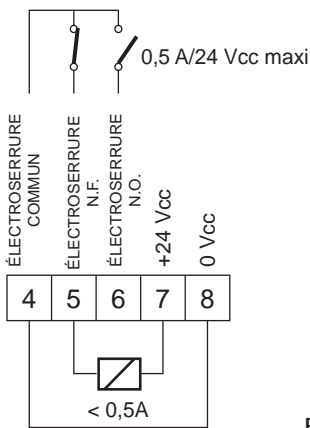

Fig. 15
5. Électroserrure - Contact N.F. (pouvoir de coupure maxi 0,5 A/24 V) (fig. 15). La sortie est prévue pour commander un système de fermeture magnétique. En cas de coupure de courant, l'électroserrure n'est pas activée. Dans la fonction FONCTIONNEMENT NOCTURNE, l'électroserrure est alimentée donc activée. Dans le cas de commande d'ouverture (commande de l'INTÉRIEUR ou OUV. D'URGENCE), l'alimentation en énergie électrique à l'électroserrure est momentanément coupée pour permettre l'ouverture de la porte.